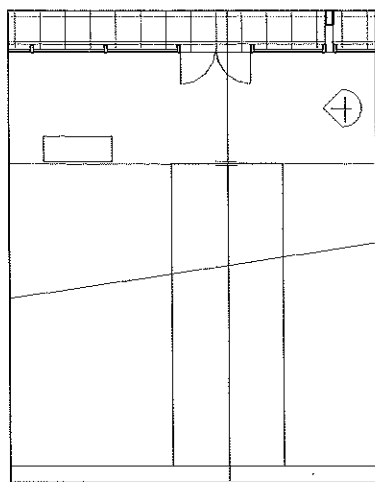

Figura 9.13 - Piso plano.
1. Crie um piso horizontal, como mostra a Figura 9.13, com linhas criando a borda do piso.